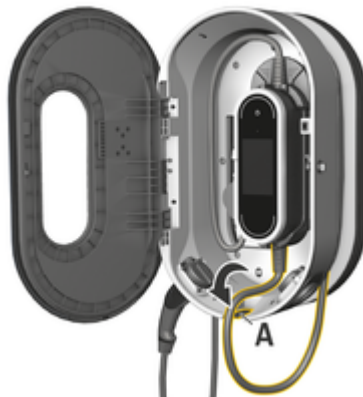

Bild 173: Fälla in manöverenhet
3. För bilkabeln genom öppningen **A** (Bild 173) och linda kabellängden som du inte behöver runt laddningsdockan.